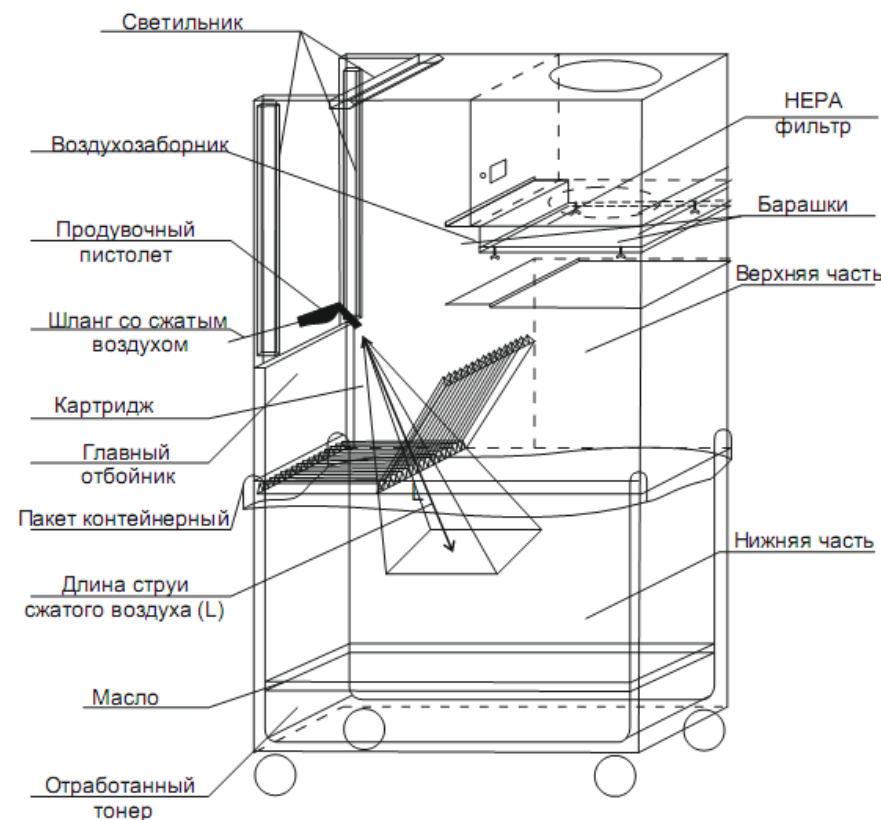

Рис.2
4.3.3. В одну руку возьмите изделие (картридж, элементы картриджа, горизонтальной решетки (рис. 2) для очистки.